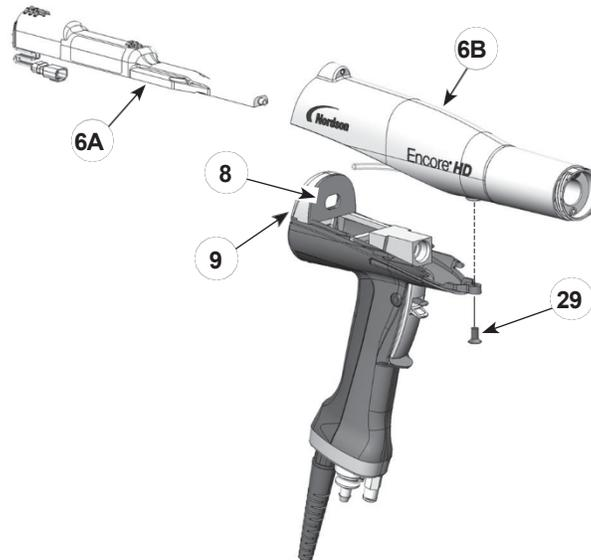

Figura 13 Rimozione dell'alimentatore dal corpo della pistola
1. Vedere la Figura 13. Far scorrere l'alimentatore (6A) dal corpo della pistola (6B).
2. Controllare la guarnizione (8) sul retro della paratia (9). Se è danneggiata, sostituirla. La guarnizione è incollata alla paratia con un adesivo sensibile alla pressione.